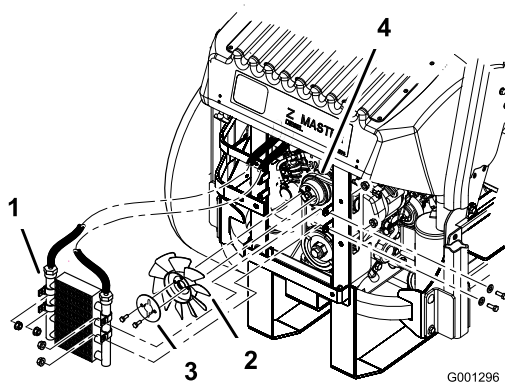

Bild 67
5. Nehmen Sie die vier Schrauben ab, mit denen der Ölkühler befestigt ist. Positionieren Sie den Ölkühler seitlich (Bild 67).
6. Nehmen Sie die zwei Schrauben ab, mit denen der Lüfter und die Lüfterplatte an der Maschine befestigt ist (Bild 67).
10. Montieren Sie den Lüfter und die Lüfterplatte mit den zwei vorher entfernten Schrauben (Bild 67).
11. Montieren Sie den Ölkühler mit den vier vorher entfernten Schrauben (Bild 67).